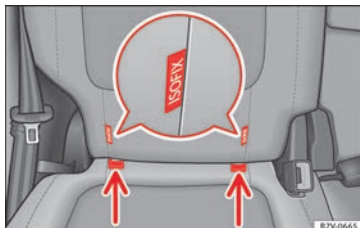

Abb. 26 Version 2: Kennzeichnung der unteren Kindersitzverankerungspunkte am Fahrzeugsitz.
- Kindersitz in Pfeilrichtung auf die Halteösen »» Abb. 26 stecken. Kindersitz muss sicher und hörbar einrasten.
- Kindersitz auf die Sitzfläche stellen und die Haken der Befestigungsgurte in die Halteösen »» Abb. 26 einhängen.